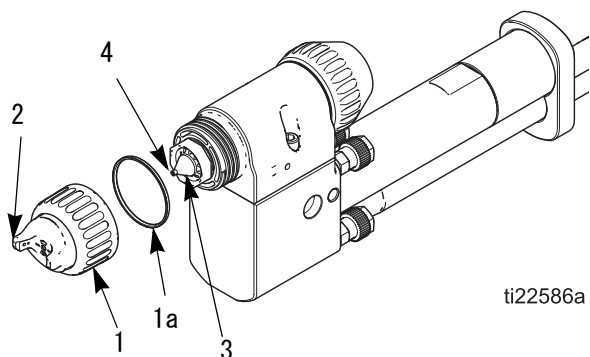

図 20 エアキャップおよび流体ノズルの清掃
3. リテーナーリング (1) とエアキャップ (2) を取り外します。図 20、32 ページを参照してください。
4. 溶剤で湿らせた布で、流体ノズル (3) およびガンの外面をきれいに拭きます。溶剤がエアの経路に入らないようにしてください。ガンの清掃は、可能な場合は常に下を向けて行ってください。
5. 流体ノズル (3) のエア経路にペンキが残っているように思われる場合には、サービス作業を行うためにガンをラインから外してください。
6. 柔らかな獣毛ブラシと溶剤を使ってエアキャップ (2) を清掃します。または適切な溶剤にエアキャップを浸して、布で拭いて清掃します。金属製の工具は使用しないでください。
7. 注意しながらエアキャップ (2) を取り付けます。電極 (4) はエアキャップの中央の穴を通してください。
8. エアキャップ (2) を回して希望の場所に移動します。
9. U カップ (1a) がリテーナング (1) の所定位置に取り付けられていることを確認してください。リップは前に向ける必要があります。
10. エアキャップ (2) が所定位置にしっかりと固定されるまでリテーナリング (1) を締めます。手でエアキャップホーンを回すことができない程度まで締めてください。